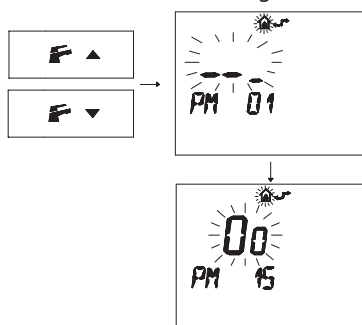

Figura 5.33
- Premere i pulsanti \mathbb{F} ▲ o \mathbb{F} ▼ per visualizzare la programmazione "PM15" abilitazione della sonda esterna (Figura 5.33).